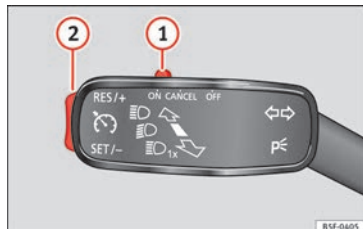

Bild 47 Till vänster om rattstängan: Knappar och reglage för användning av farthållarsystemet
- Slå på farthållarsystemet: Flytta reglaget » **bild 47** ① till **ON**. Systemet är på. Om ingen hastighet har programmerats in kommer systemet inte att kontrollera det.
- Aktivera farthållarsystemet: Tryck på knappen » **bild 47** ② i **SET/-**-området. Den nuvarande hastigheten memoreras och regleras.
- Stänga av farthållarsystemet tillfälligt: För reglaget » **bild 47** ① till **CANCEL** eller tryck ner bromspedalen. Farthållarsystemet stängs av tillfälligt.
- Återaktivera farthållarsystemet: Tryck på knappen » **bild 47** ② **RES/+**. Den memoriserade hastigheten sparas och kontrolleras igen.
- Öka den sparade hastigheten under CCS-reglering: tryck på knappen ② i **RES/+**. Bilen accelererar tills den når den nya sparade hastigheten.
- Minska den sparade hastigheten under CCS-reglering: tryck på knappen ② i **SET/-** för att minska hastigheten med 1 km/h. Hastigheten reduceras tills den nya sparade hastigheten nås.
- Stänga av farthållaren: Flytta reglaget » **bild 47** ① till **OFF**. Systemet kopplas från och den memorerade hastigheten raderas.